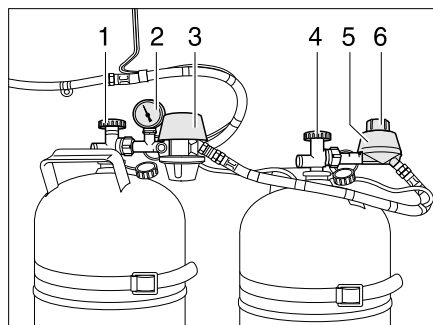
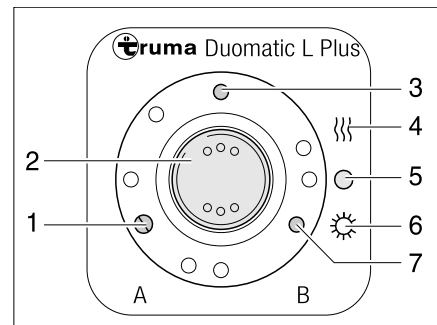

Bild 86 Duomatic-Umschaltanlage
Bild 87 Bedieneinheit
Die Duomatic-Umschaltanlage besteht aus einem Zentralregler (Bild 86,3) und einem Umschaltregler (Bild 86,5). Mit dem Drehknopf (Bild 86,6) am Umschaltregler kann bestimmt werden, welche der Gasflaschen als Betriebsflasche und welche Gasflasche als Reserveflasche verwendet wird.
Das Manometer (Bild 86,2) am Zentralregler zeigt den Druck in der Gasflasche an, nicht den Füllstand der Gasflasche. Mit dem Manometer kann die Gasflasche auf Dichtheit geprüft werden.
An der Bedieneinheit (Bild 87) können nur die elektrischen Funktionen geschaltet werden. Die Haupt-Absperrventile der Gasflaschen (Bild 86,1 und 4) müssen von Hand geöffnet werden.
- Die Haupt-Absperrventile an den Gasflaschen (Bild 86,1 und 4) öffnen.
- Mit dem Drehknopf (Bild 86,6) am Umschaltregler (Bild 86,5) die Gasflasche wählen, der vorrangig das Gas entnommen werden soll (Betriebsflasche). Den Drehknopf immer bis zum Anschlag drehen. Wenn der Drehknopf im roten Bereich steht, wird das Gas vorrangig der Gasflasche mit dem Zentralregler (Bild 86,3) entnommen. Wenn der Drehknopf im grünen Bereich steht, wird das Gas vorrangig der Gasflasche mit dem Umschaltregler (Bild 86,5) entnommen.
- An der Bedieneinheit (Bild 87) die Duomatic-Umschaltanlage einschalten. Dazu den Wippschalter (Bild 87,2) auf Winterbetrieb "Ein und Heizen" (Bild 87,4) oder auf Sommerbetrieb "Ein" (Bild 87,6) stellen. Beide Gasdruckregler sind jetzt entlüftet. Die Betriebsanzeige (Bild 87,3) leuchtet.
- Den Wippschalter (Bild 87,2) auf "O" (Bild 87,5) stellen. Die Betriebsanzeige (Bild 87,3) erlischt.
- Die Haupt-Absperrventile an den Gasflaschen (Bild 86,1 und 4) schließen.
Die Kontroll-Leuchten an der Bedieneinheit (Bild 87) signalisieren im Fahrzeuginneren, ob die Gasflaschen betriebsbereit sind.
- Kontroll-Leuchte "A" (Bild 87,1): Gasflasche am Zentralregler
- Kontroll-Leuchte "B" (Bild 87,7): Gasflasche am Umschaltregler